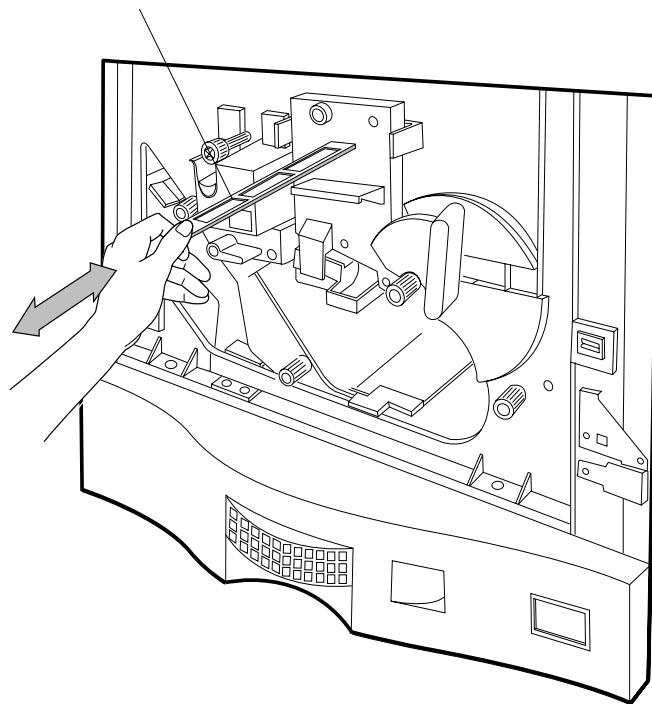

Abbildung 5-2 Reinigen des Vorladers
1. Ziehen Sie am Reinigungsgriff des Vorladers (Abbildung 5-2), und drücken Sie ihn anschließend wieder in seine ursprüngliche Position. Wiederholen Sie dieses „Rein-Raus“ 4 bis 5 mal.